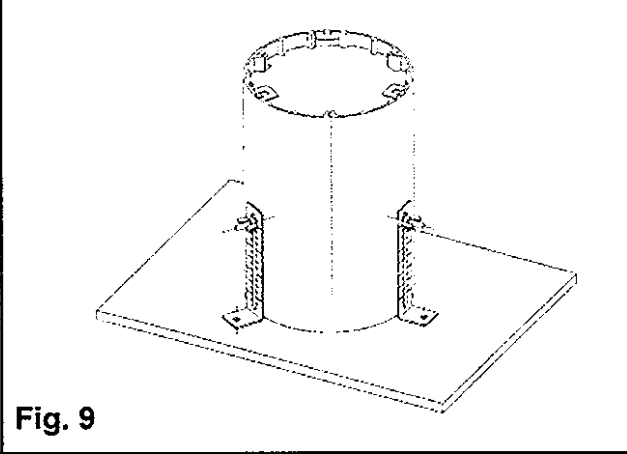

Fig. 9
1. Fixer l'ensemble au plancher avec les ferrures appropriées (non fournies). Consulter la Fig. 9.
1. Fijar el conjunto a la base con fijaciones adecuadas (no provistas). Ver Fig. 9.